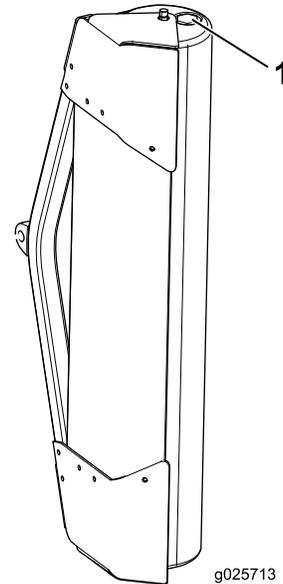

Figura 3
6. Usando un destornillador plano, retire el tapón del rodillo del accesorio de rayado, llénelo con 9 kg (20 libras) aproximadamente de arena, y vuelva a colocar el tapón (Figura 3).